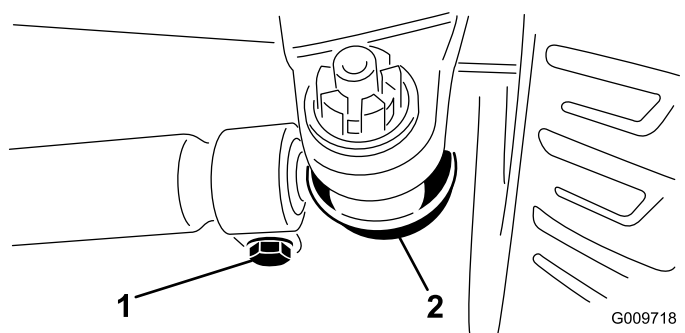

図 70
2. 調整が必要な場合は、タイロッドのボールジョイントのコッターピンとナットを外す 図 70。アクスルケースサポートからタイロッドのボールジョイントを外す。
3. タイロッド両側のクランプをゆるめる 図 70。